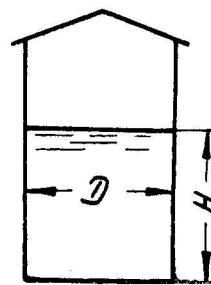

Рис. 7
**Завдання 7.** Визначити силу гідростатичного тиску бензину на дно резервуару (рис. 7). Діаметр резервуару  $D = 3 \text{ м}$ , висота стовпа рідини в резервуарі  $H = 2 \text{ м}$ . Питома вага бензину  $\gamma = 0.736 \text{ т/м}^3$ . Тиск на поверхні рідини дорівнює атмосферному.